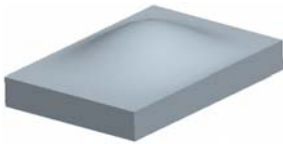

图 9.2.7 特征创建结果
Step8. 单击信息对话框中的  按钮，再单击  按钮，预览所创建的“实体自由形状”特征，然后单击  按钮，完成特征的创建，结果如图 9.2.7 所示。